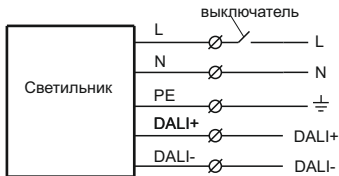

Рисунок 5
4.3.1 Подключение светодиодной панели производить сетевым кабелем, выведенным из корпуса светильника, согласно маркировке проводников (рисунок 5): L — коммутируемая фаза; N — нейтраль; PE — заземление; DALI+ и DALI- — управляющие провода.